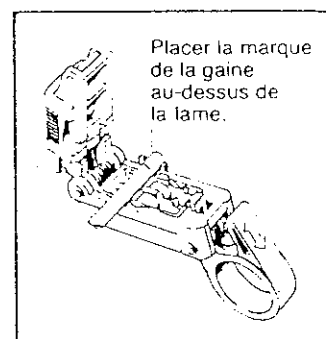

Figure 4
D. Tenir l'outil avec l'anneau vers soi et insérer le câble coaxial par la gauche dans la rainure, fermer l'outil et le verrouiller (figs. 4 et 5).